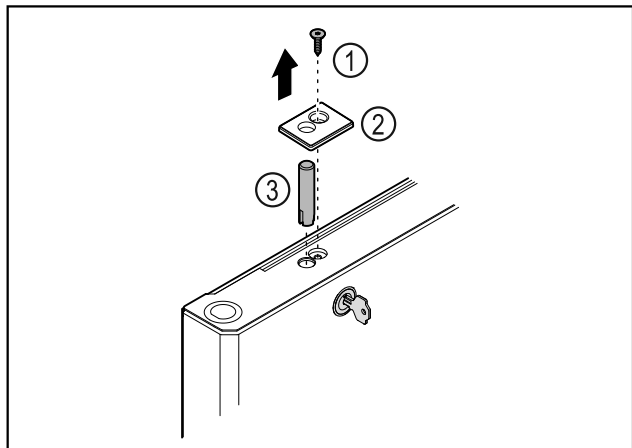

Fig. 43
- ▶ Wyciągnąć śrubę Fig. 43 (1).
- ▶ Ostonkę Fig. 43 (2) podważyć małym śrubokrętem i zdjąć.
- ▶ Wykręcić śrubę zamka Fig. 43 (3).